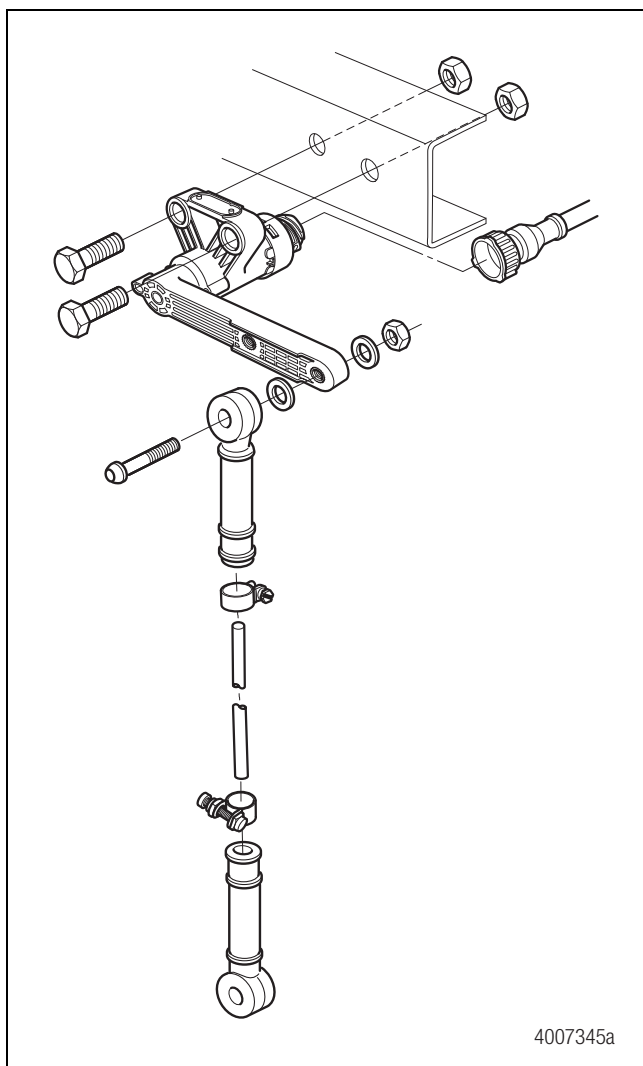

Figura 6.9
1. Desconecte el cable que va unido al Sensor de Distancia. Figura 6.9.
1. Instale el Sensor de Distancia a la viga transversal o soporte, cerca del centro del semirremolque, con los dos tornillos previamente usados para montar el sensor reemplazado. Figura 6.9.